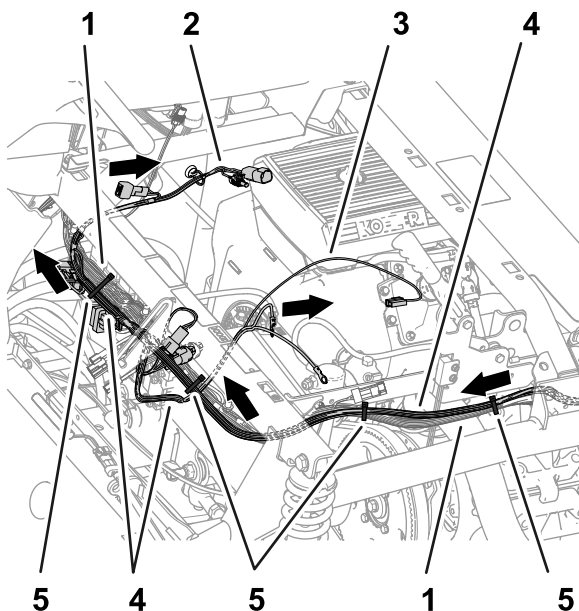

Figura 84
5. Enrute las ramas de 84 cm (33"), 60 cm (23½") y 66 cm (26") del arnés de fumigación del kit a través del tubo de sujeción del amortiguador, como se muestra en la Figura 84.
- Sujete el arnés de fumigación del kit al arnés de cables de la máquina como se muestra en la Figura 82, la Figura 83, y la Figura 84.